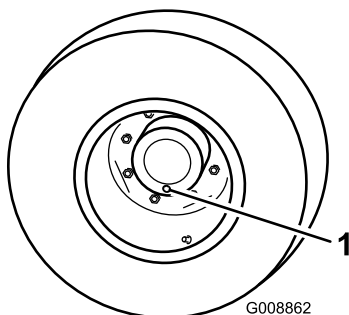

Figura 74
1. Con la máquina en una superficie nivelada, coloque una rueda de manera que uno de los tapones de verificación/drenaje esté en la posición más baja (posición de las 6) (Figura 74).